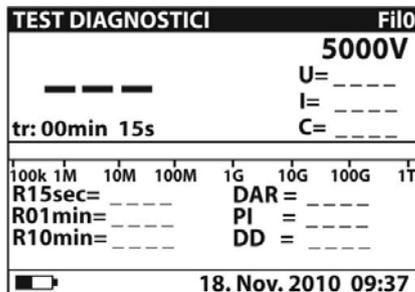
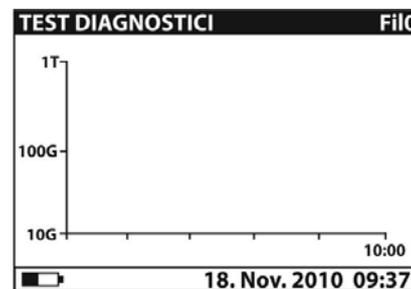

Fig. 25: Page-écran initiale numérique
Fig. 26: Page-écran initiale graphique
2. Sélectionner à l'aide des touches fléchées ▼ ou ▲ l'option «TEST DIAGNOSTICI» dans le menu principal et confirmer avec la touche **SELECT**. La page-écran de Fig. 25 est montrée par l'instrument. Si l'option Grafico R(t) **est activée (ON)**, appuyer sur les touches fléchées ▼ ou ▲ pour passer à la page-écran graphique de Fig. 26